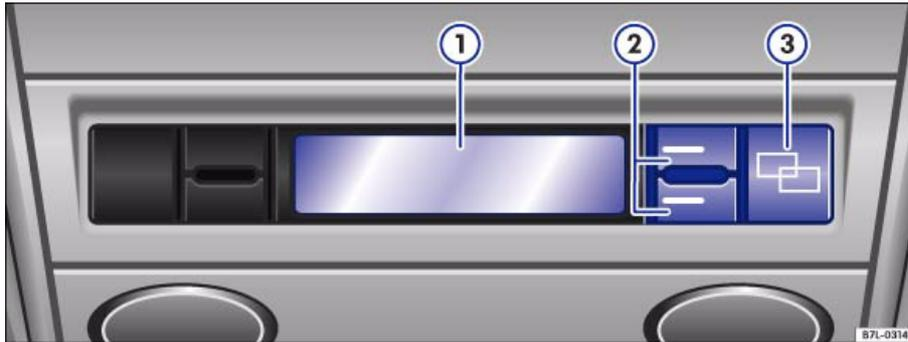

Abb. 24 Dachmodul: Display ① und Bedienelemente für den Kompass ② und ③
- Drücken Sie die Taste ⇒ Abb. 24 .
- Wählen Sie mit der oberen Funktionstaste ② das Symbol **CAL** im Display aus, um den Kompass zu kalibrieren.
- Drücken Sie die Taste ⇒ Seite 41, Abb. 24 .
Im Display ⇒ Seite 41, Abb. 24  des Dachmoduls wird die im Kombiinstrument eingestellte Uhrzeit angezeigt. ◀